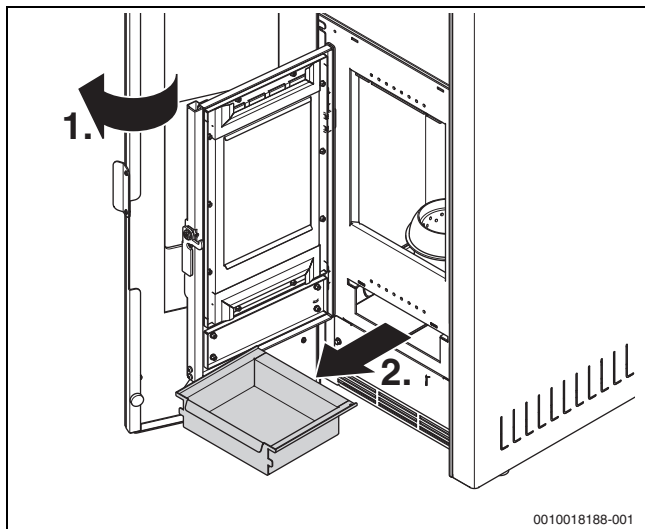

Bild 8 Aschekasten entnehmen
- ▶ Tür öffnen (→ Bild 8, 1.).
- ▶ Aschekasten entnehmen (→ Bild 8, 2.) und Asche entsorgen.
- ▶ Tür öffnen (→ Bild 8, 1., Seite 18).